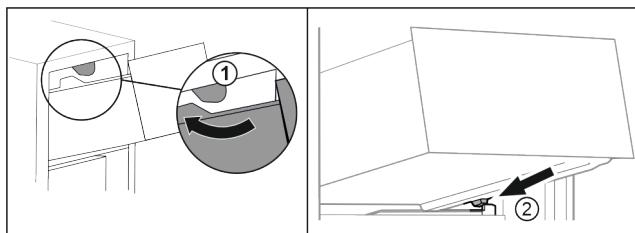

Fig. 111
- Ved'te zásuvku podél horních zarážek. Fig. 111 (1)
- Nasad'te zásuvku šikmo za dolní zarážky na žebrování na nádoby. Fig. 111 (2)